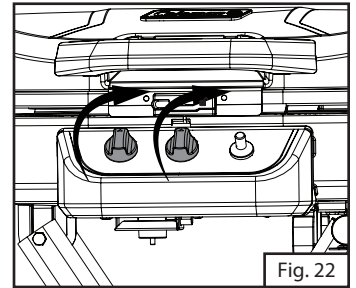

Fig. 22
1. Antes de conectar el cilindro de propano, asegúrese de que ambas perillas de mando estén cerradas. (Fig. 22)